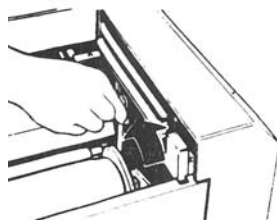

图 5-38 释放压力杆
① 关掉主开关，打开原稿台，取出版纸筒。切记将压力杆拨向分离位置，如图 5-38 所示。